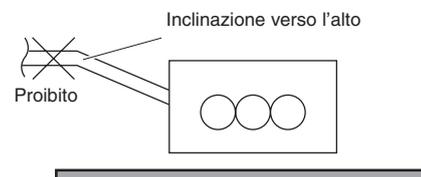

Fig. 3-67
- Non dare alla tubazione gradienti verso l'alto in prossimità dell'attacco all'unità. Ciò potrebbe provocare reflussi all'arresto dell'unità e conseguenti perdite d'acqua. (Fig. 3-67).